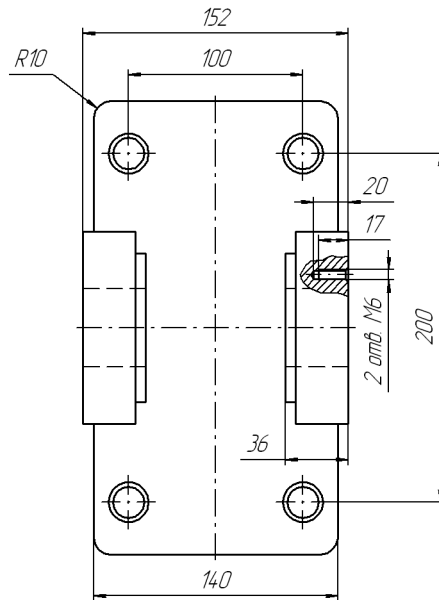

Рис. 51.112. Вид слева
**Задание.** Проставьте размеры и обозначения на виде слева (рис. 51.112).